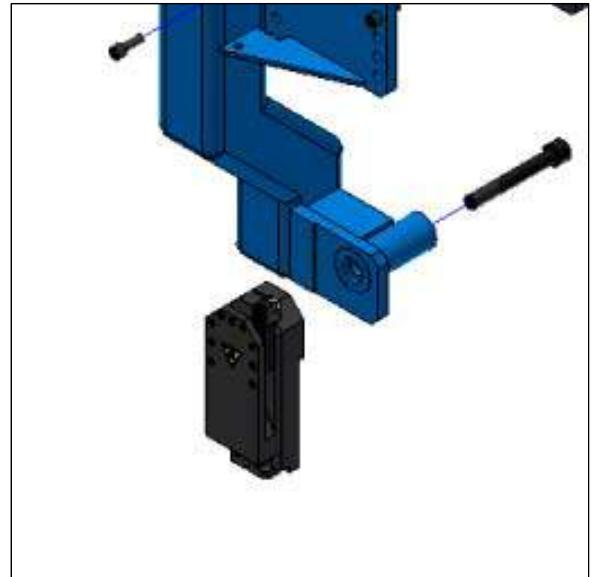

Рисунок 23. Деталировка сборки инструментальной головки
1. Закрепите инструментальную головку в узле обратной подрезки торца с помощью винта с углублением под ключ M20 и плоской шайбы, устанавливаемой для закрепления инструментальной головки на радиальном рычаге (см. рис. Рисунок 23). Затяните винт с головкой под ключ с усилием 185 Нм (135 фут-фунтов).